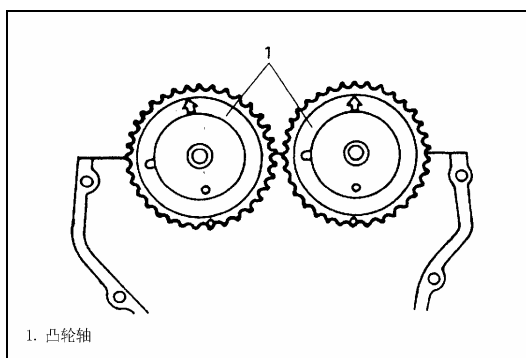

Рис. 4-48.
2). Установить распределительный вал, Рис. 4-48.